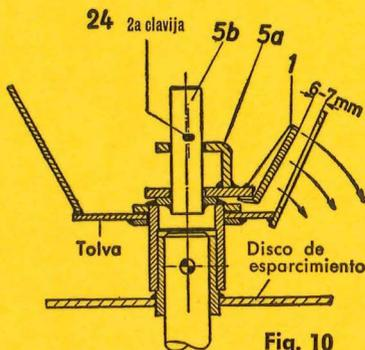
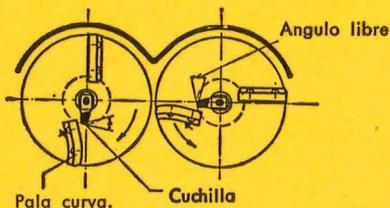

Fig. 10
Fig. 11
- Al instalar nuevos cabezales batidores, cuidar que la púa batidora esté sobre la pala curvada de esparcido y que la cuchilla soldada avance en el sentido giratorio (Véase fig. 11). La cuchilla ha de tener además en la boca de salida del abono, una distancia de 6-7 mm. (Véase fig. 10/1) y el cabezal batidor no debe rozar sobre el fondo de la tolva. Al establecer contacto, apretar hacia abajo un poco el fondo de la tolva!